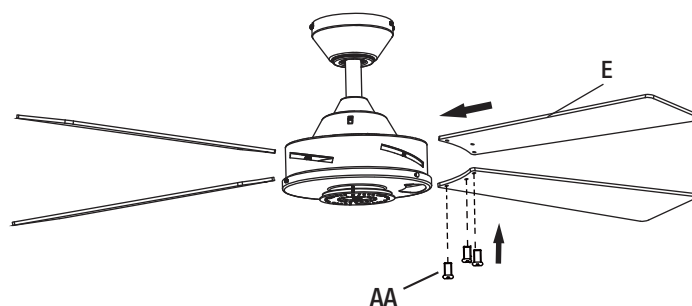

Figura 14
- Inserte una hoja (E) a través de una de las ranuras de la banda inferior.
- Asegure las hojas al motor con los tornillos de la hoja (AA) provistos, 3 por cada hoja (Figura 14).